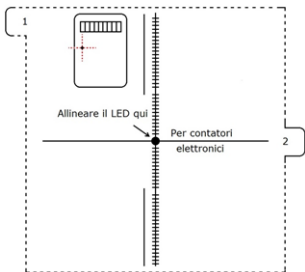

Fig.1
- a. Rimuovere il template (Fig.1) dallo sfondo bianco tirando delicatamente lo slip 1 nell'angolo a sinistra.
- b. Applicare il template sul contatore centrando il LED come da Fig.1.